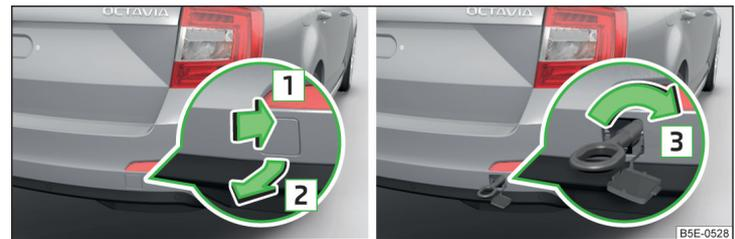
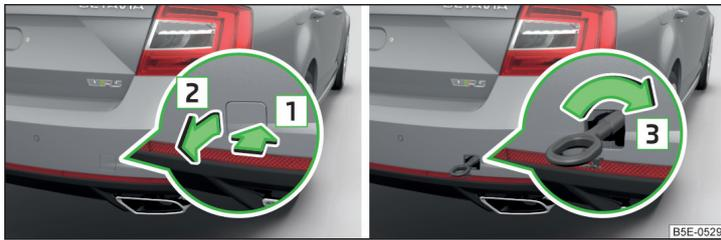

Abb. 221 Ausbau der Abdeckkappe / Einbau der Abschleppöse - Variante 1
Abb. 222 Ausbau der Abdeckkappe / Einbau der Abschleppöse - Variante 2
- Auf die Abdeckkappe in Pfeilrichtung **1** » Abb. 221 bzw. » Abb. 222 drücken.
- Die Abschleppöse von Hand in Pfeilrichtung **3** » Abb. 221 bzw. » Abb. 222 bis zum Anschlag einschrauben » **!**.